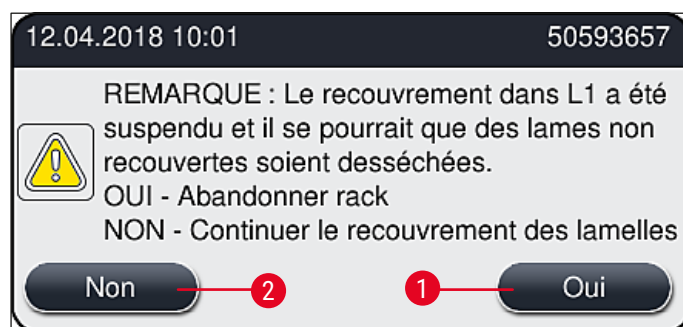

Fig. 113
9. Le logiciel de l'appareil scanne le niveau de remplissage. L'utilisateur reçoit un message d'information quand le contrôle est fini (→ Fig. 113).